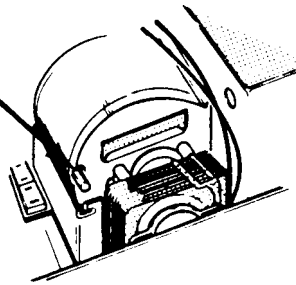

FIG. 3
5. Remove the mounting screw and carefully lift the fan assembly out of the housing. (FIG. 3)
5. Saque el tornillo de montaje y levante con cuidado el conjunto del ventilador fuera de la caja. (FIG. 3)